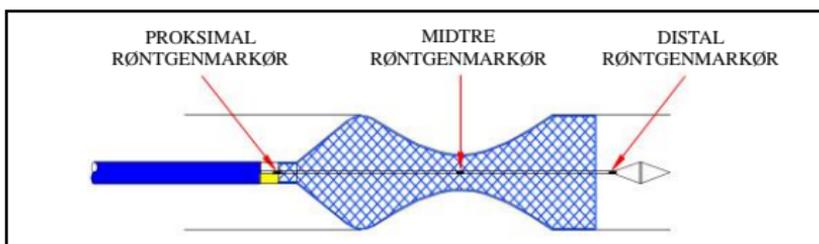

Figur 4
- Når midtre røntgenmarkør når midten av målstrikturen, fortsett å trekke tilbake på Y-koblingen til stenten er helt anvendt. (Se figur 4, 5)
- Når midtre røntgenmarkør når midten av målstrikturen, fortsett å trekke forover mot koblingen til stenten er helt anvendt. (Se figur 4, 6)